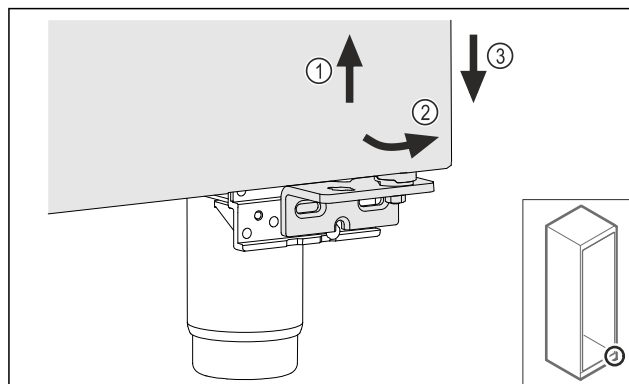

Fig. 19
- Levantar ligeramente la puerta Fig. 19 (1): inclinarla hacia delante por la parte inferior Fig. 19 (2) y bajarla Fig. 19 (3).